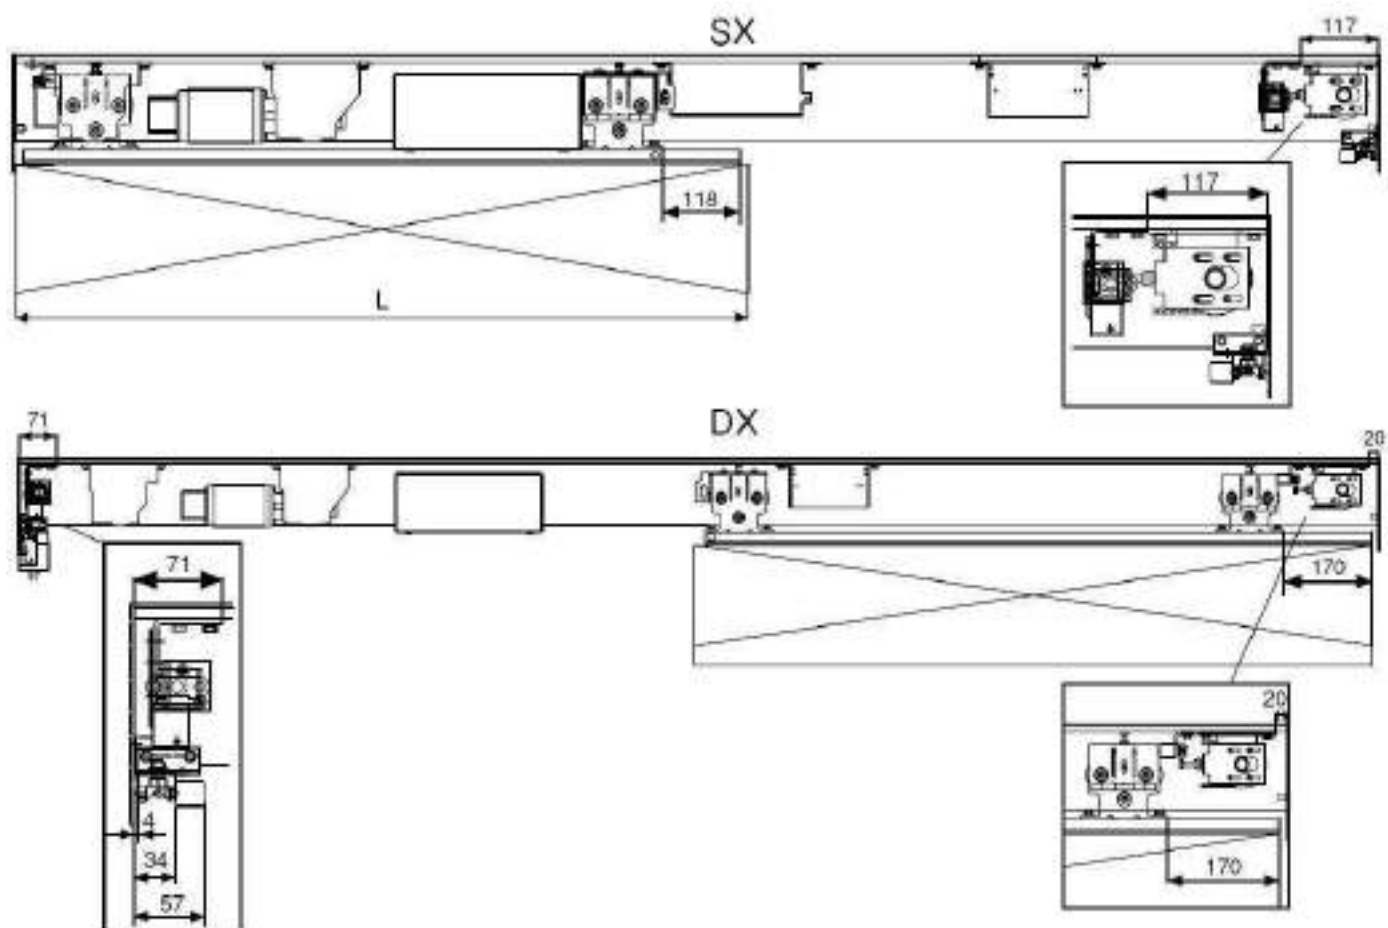
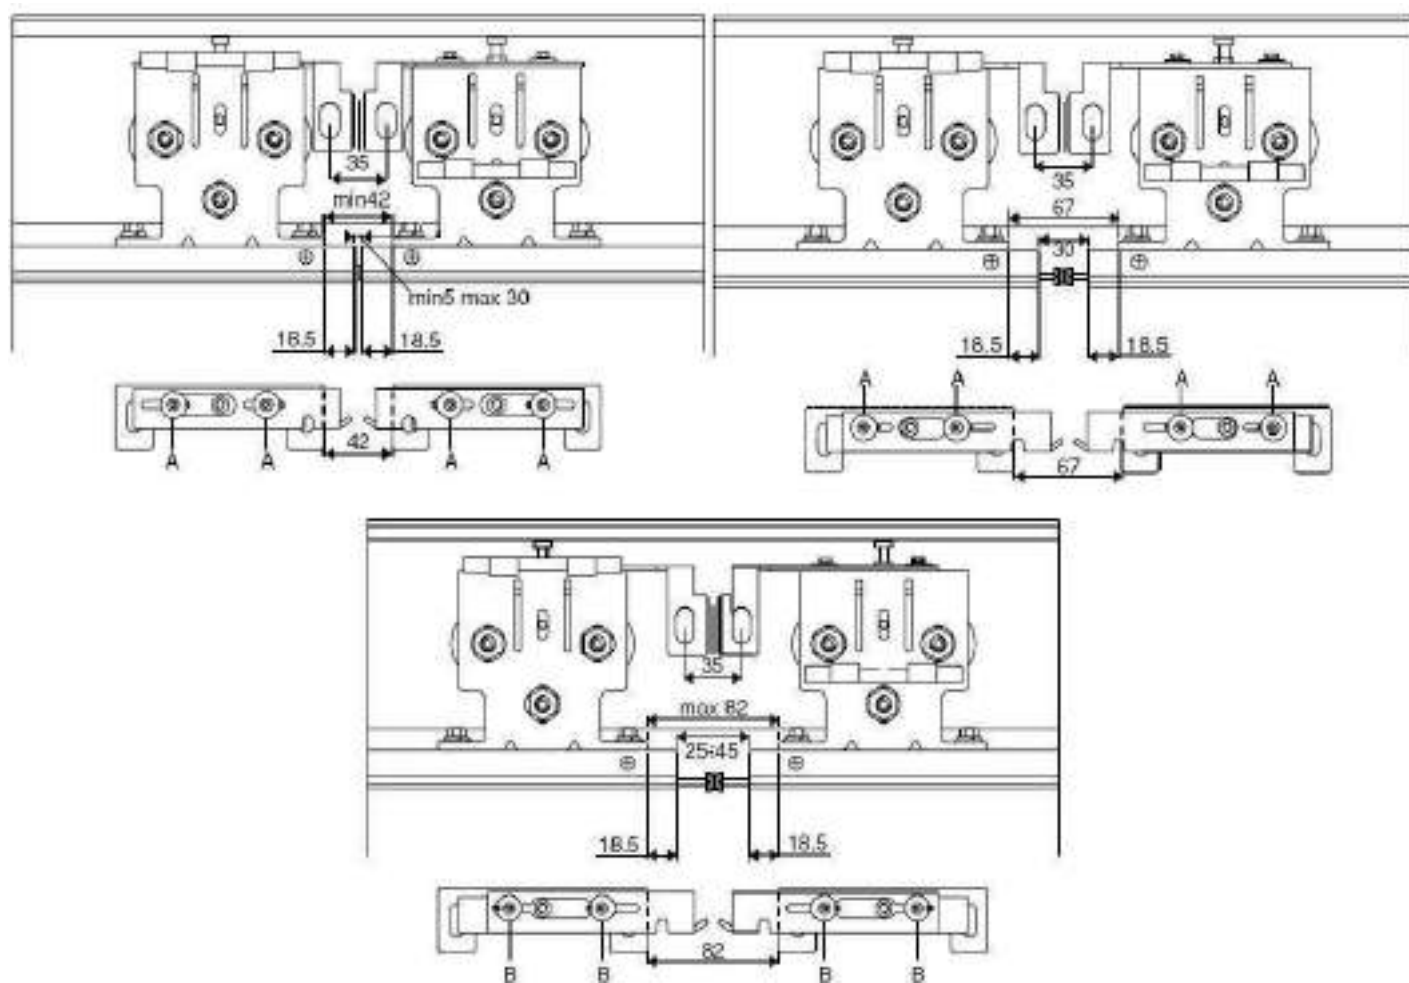
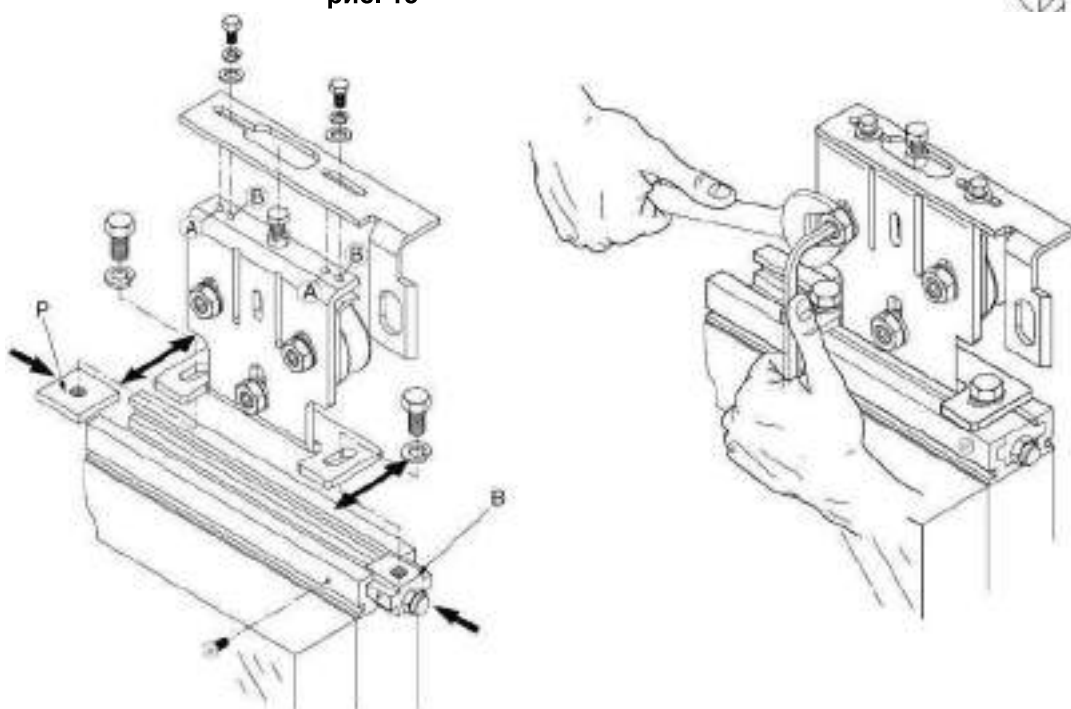

рис. 13
рис. 14
рис. 17
Для правильной работы автоматики и аксессуаров соблюдайте размеры, указанные на рис. 13 для модели LINEA 1 правой и левой, и на рис. 14 для модели LINEA 2.
Чтобы обеспечить срабатывание электрозамка NCE расстояние между створками должно быть отрегулировано от 5 до 30 мм, при этом винт устанавливается в положение А. Для большей дистанции между двумя створками, от 25 до 45 мм, установите винт в положение В (рис. 14 рис.17)
9. Установка створки и ее регулировка (рис. 17).
Вставить две пластины Р и блок В центрального крепления роликовой каретки со стороны NCE в профиль крепления створки, расположить ролики в отмеченных на профиле местах и заблокировать ролики. То же самое сделать для боковых роликов, но для их крепления надо ввести пластину сбоку. Регулировка глубины установки производится передвижением крепежного винта вдоль выемок каретки (рис. 17).